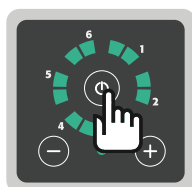

Fig. 13: Ovládacie tlačidlo ZAP/VYP
5. Stlačte ovládacie tlačidlo „ZAP/VYP“ na ovládacom paneli (Fig. 13).